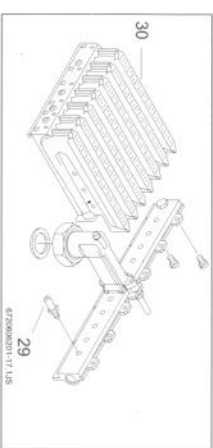

Fig. 2
- ▶ Retire o espelho do aparelho, puxando-o ligeiramente na sua direcção (Fig. 2, pos. 1) e desaperte os dois parafusos (Fig. 2, pos. 2).